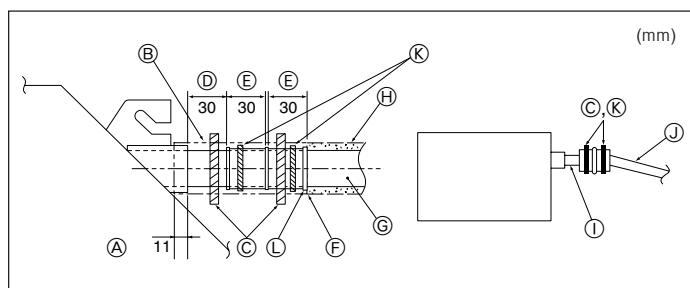

Fig. 3-5
- ⑨ ΠΛΑΣΤΙΚΟΣ ΣΩΛΗΝΑΣ Ε.Δ. 32
- ⑩ Πρέπει να είναι όσο είναι δυνατό μεγαλύτερη
- ⑪ Εσωτερική μονάδα
- ⑫ Για ομαδοποιημένη σωλήνωση το μέγεθος της σωλήνωσης είναι μεγάλο
- ⑬ Κλίση προς τα κάτω (1/100 ή περισσότερο)
- ⑭ ΠΛΑΣΤΙΚΟΣ ΣΩΛΗΝΑΣ Ε.Δ. 38 για ομαδοποιημένη σωλήνωση. (μόνωση 9 mm ή περισσότερο)
- ⑮ Μέχρι 500 mm
1. Συνδέστε τον ακροσύνδεσμο αποχέτευσης (που παρέχεται μαζί με τη μονάδα) στο άνοιγμα αποστράγγισης. (Fig. 3-5)